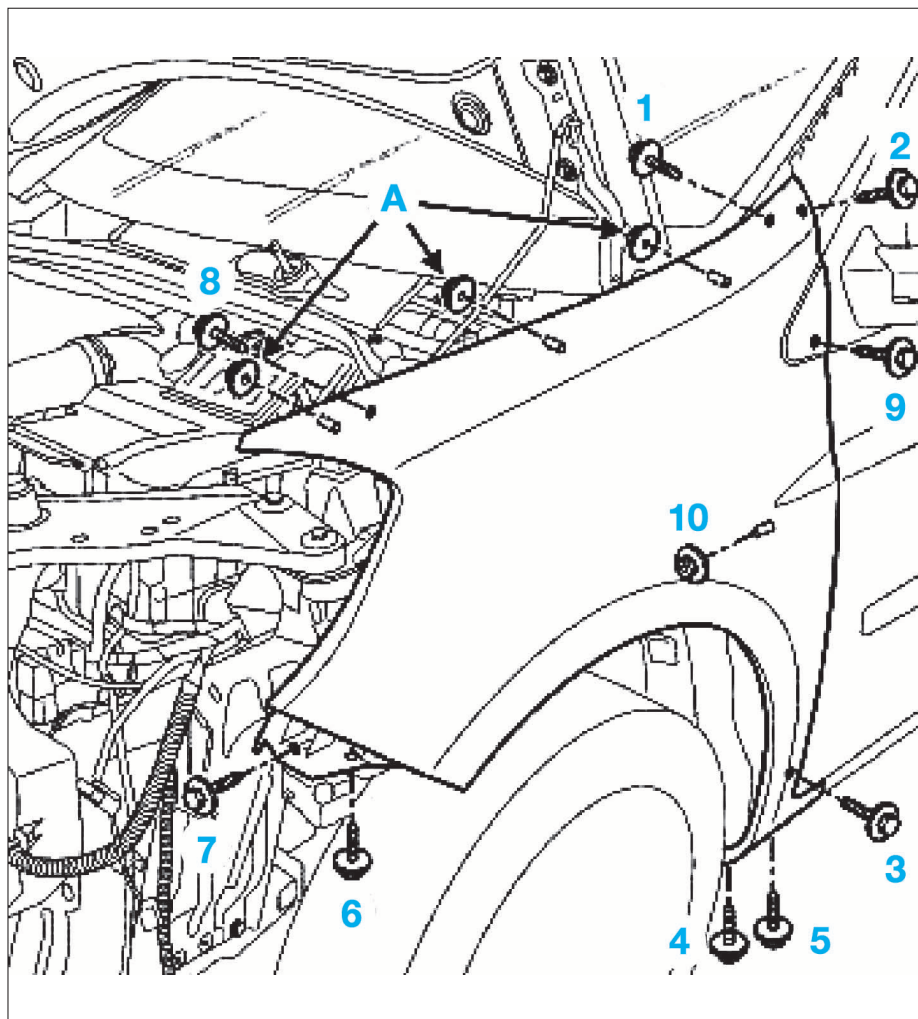

FIG. 27
- les vis (1) à (9) de fixation de l'aile avant (Fig.27),
- l'écrou (10) de fixation,
- les écrous plastiques (A),